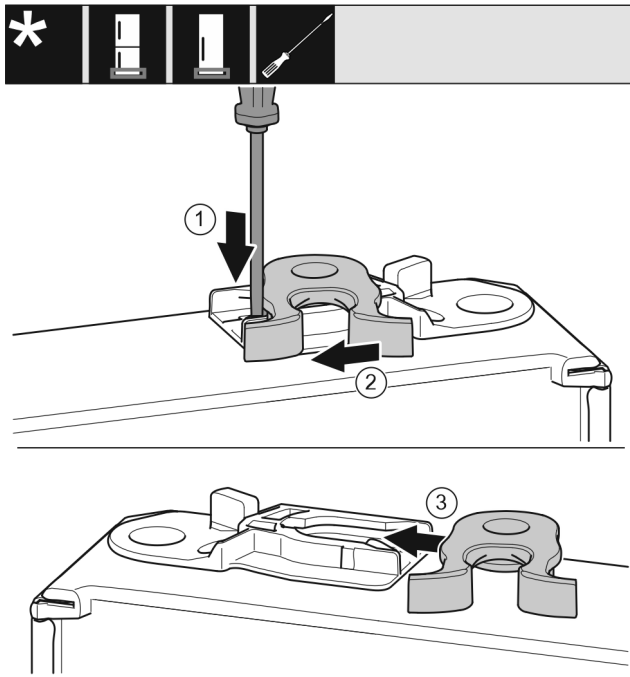

Fig. 15
- ▶ Tryck ner flärpen med en spårskruvmejsel. Fig. 15 (1)
- ▶ Dra ut låsbygeln ur fästet. Fig. 15 (2)
- ▶ Skjut in låsbygeln i fästet på andra sidan. Fig. 15 (3)